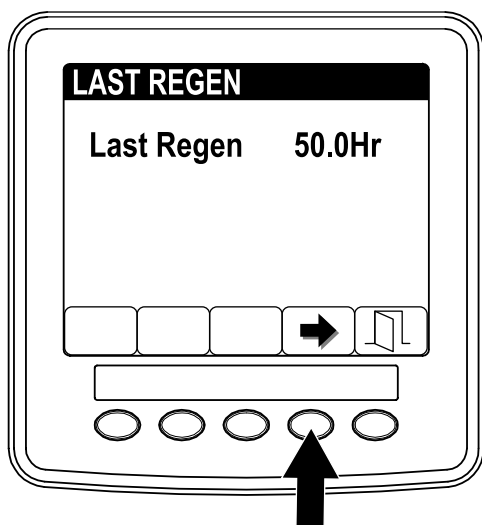

Figura 37
3. Utilice el campo ÚLTIMA REGENERACIÓN (Figura 37) para determinar el número de horas que ha funcionado el motor desde la última regeneración de reinicio, estacionaria o de recuperación.